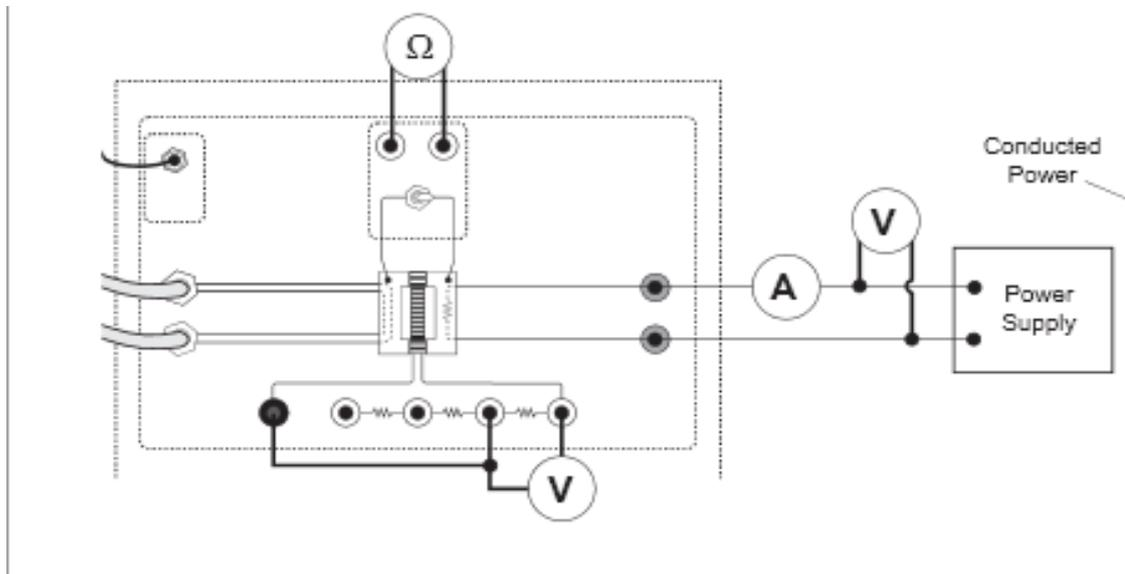

Figura 2
- Realizar el circuito de trabajo colocando el voltímetro en la resistencia de carga de 2Ω , como en la Figura 2.